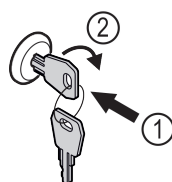

Fig. 58 Esimerkkikuva
- Paina avain lukkoon Fig. 58 (1).
- Kierrä avainta 90° myötäpäivään Fig. 58 (2).